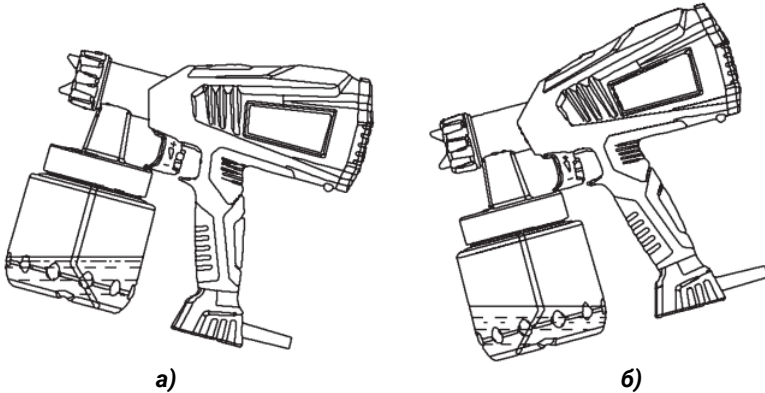

Рисунок 4. Схема положення забірної трубки.
- для вертикальних повернути трубку отвором назад (рис. 4а).
- для горизонтальних поверхонь повернути трубку отвором вперед (рис. 4б).